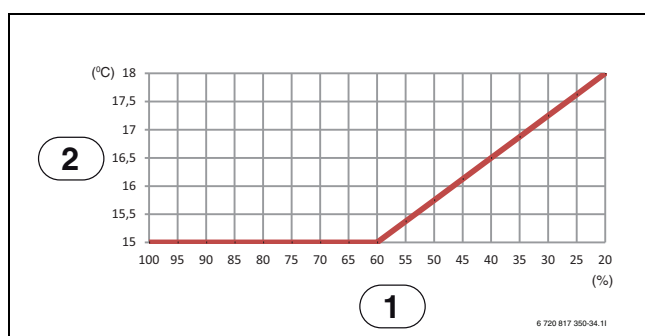

Bild 1 Lägsta temperatur på inkommande luft för kompressordrift
- ▶ Se diagrammet för inställning av lägsta temperatur i förhållande till fläkthastigheten (→Bild 1).